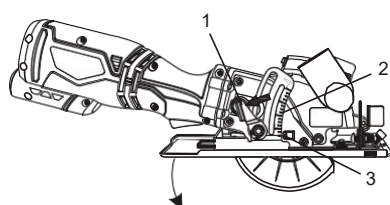

FIG. 2
1. Tournez le levier de verrouillage de la profondeur de coupe (1) dans le sens inverse des aiguilles d'une montre (Fig. 2).
2. Réglez la profondeur (Fig. 2) et réglez l'angle de biseau sur 0° (Fig. 3).